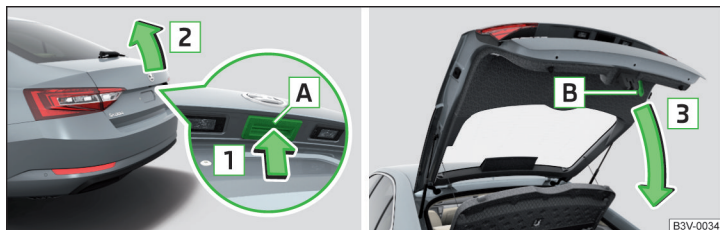

Fig. 37 Deschiderea/închiderea capotei portbagajului
- Pentru **deschidere**, apăsați butonul **A** în sensul săgeții **1** » fig. 37.
Butonul **A** » fig. 37 se dezactivează la plecarea de pe loc respectiv de la o viteză mai mare de 5 km/h. După oprire și deschiderea unei portiere, butonul este activat din nou.
- Butonul **A** » fig. 37 la pagina 57 se dezactivează la plecarea de pe loc respectiv de la o viteză mai mare de 5 km/h. După oprire și deschiderea unei porțiere, butonul este activat din nou.